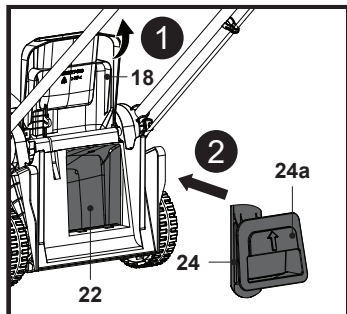

Fig. 13
- Abra el protector del deflector trasero (18), mantenga el asa integrada (24a) en posición e introduzca el accesorio triturador (24) en el canal de descarga trasero (22) hasta el final (Fig. 13).